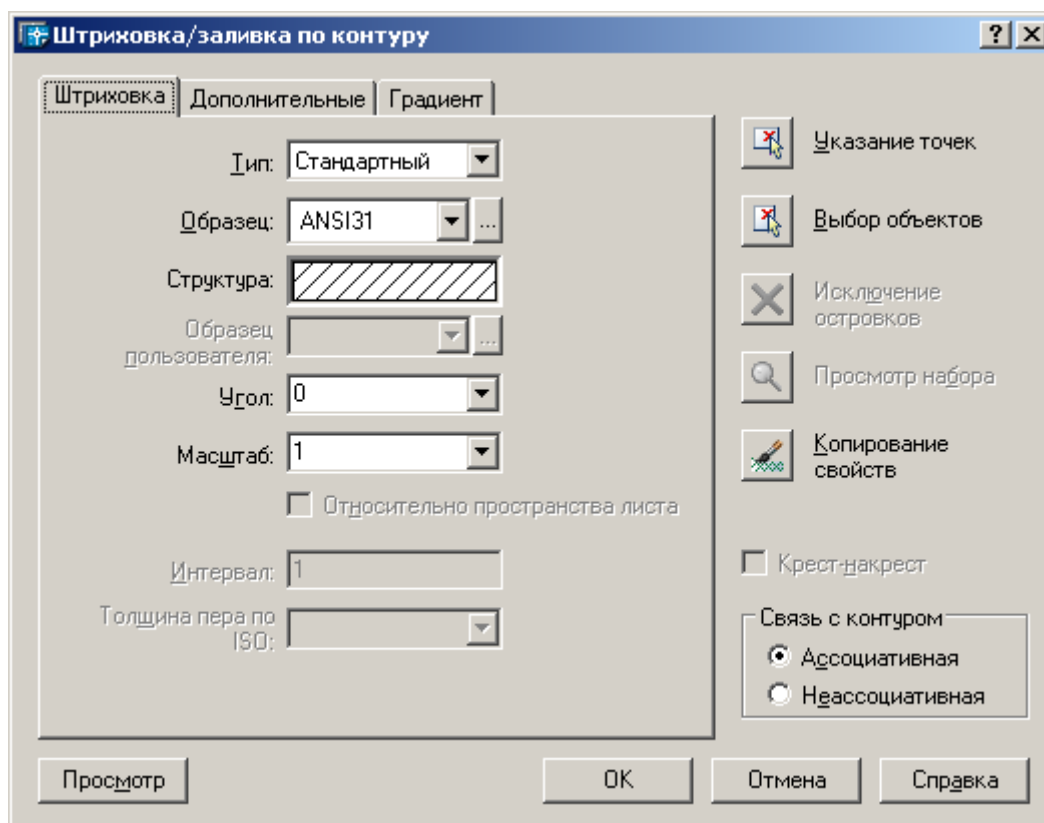

Рис.4. Діалогове вікно «*Штриховка/заливка по контуру*»
2. У діалоговому вікні «*Штриховка/заливка по контуру*» (рис.4) натиснути кнопку «*Указание точек*».